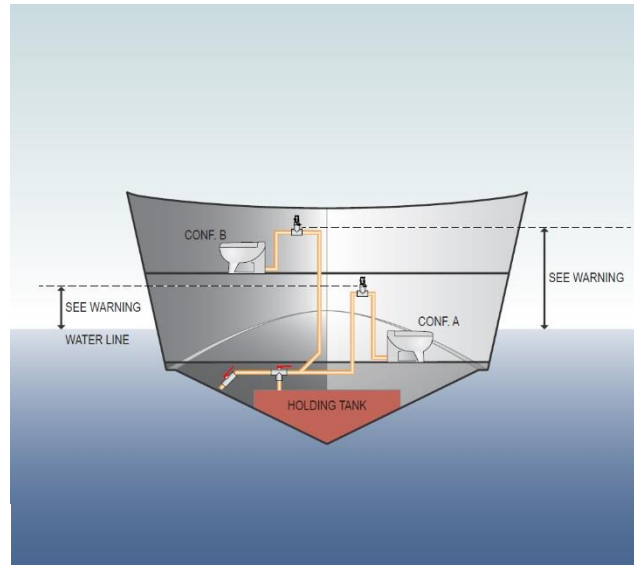

Abb. 1
**ACHTUNG:** Toiletten-Konfiguration A: Die Toilette ist unterhalb der Meereslinie installiert. Die Installation eines BELÜFTUNGSVENTILS in entsprechender Höhe über der Meereslinie ist verpflichtend. Siehe Beispiel Abb. 1
**ACHTUNG:** Toiletten-Konfiguration B: Die Toilette ist oberhalb der Meereslinie installiert. Die Installation eines BELÜFTUNGSVENTILS in entsprechender Höhe über der Meereslinie wird empfohlen, um einen Wasserrücklauf zu vermeiden, der unangenehme Gerüche verursachen könnte. Siehe Beispiel Abb. 1